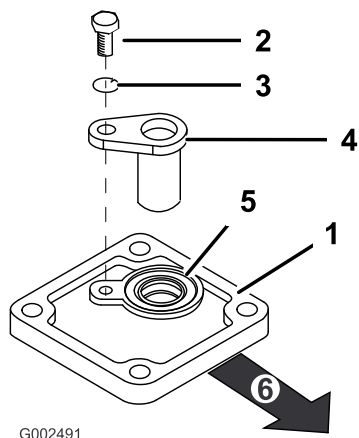

Figura 6
4. Instale el nuevo conjunto de la tapa al transeje usando los cuatro pernos que se retiraron en el paso 1 (Figura 6). La orientación correcta de la tapa es con la junta hacia arriba y hacia el lado izquierdo del vehículo.
5. Instale el sensor de dientes del engranaje usando el tornillo (M6 x 1,00 x 12) y la arandela de muelle según se muestra en (M6) Figura 6.